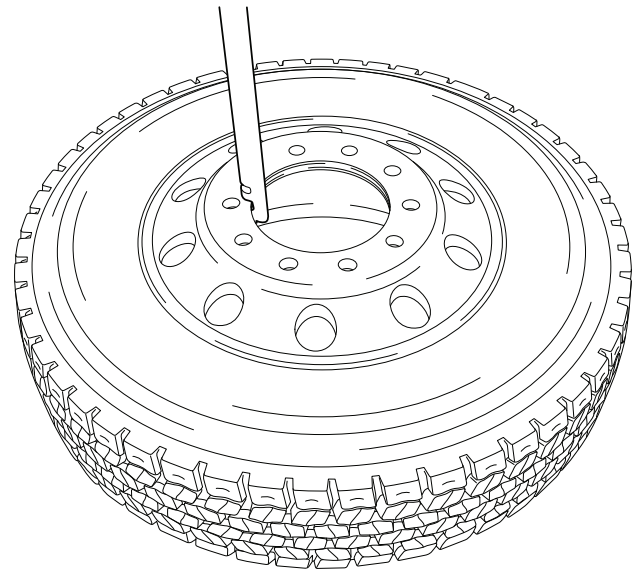

Figure 2
1. **Roue en aluminium :** Accrochez la deuxième encoche du culbuteur de roue à la jante de la roue comme indiqué sur la figure 2.